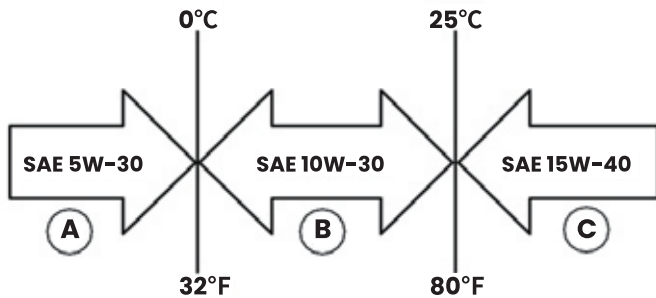

Abbildung 11: Empfohlenes Öl
1. Benutzen Sie nur das in Abbildung 11 angegebene Motoröl.
7. SWählen Sie das richtige Motoröl wie in Abbildung 11 angegeben.